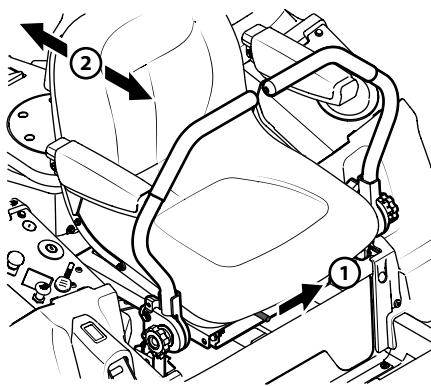

Figura 2-6
- Para ajustar la posición del asiento, empuje la palanca de ajuste del asiento hacia la izquierda. Consulte Figura 2-6.
- Deslice el asiento hacia adelante o hacia atrás hasta la posición deseada; luego suelte la palanca de ajuste. Asegúrese de que el asiento esté fijo en su posición antes de operar el tractor. Consulte Figura 2-6.